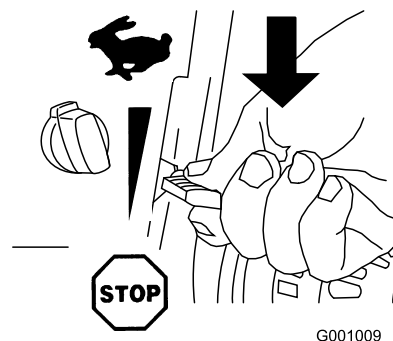

Figure 28
1. Réglez la manette d'accélérateur à la position d'arrêt (Figure 28).